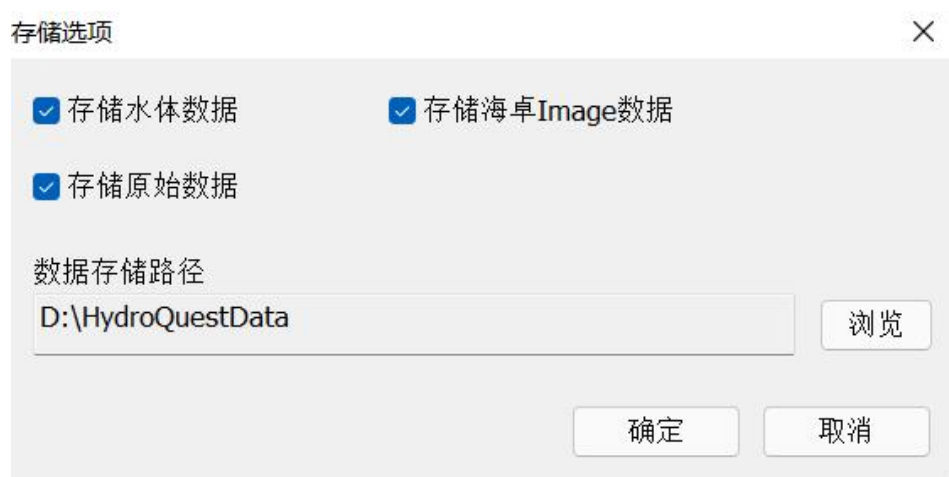

图 3.6 存储选项
(4) 进行存储选项的设置，点击  按钮，设置水体、侧扫图像以及原始数据的存储开关，可以根据项目实际需要选择存储数据类型，如图 3.6 所示，点击确定。